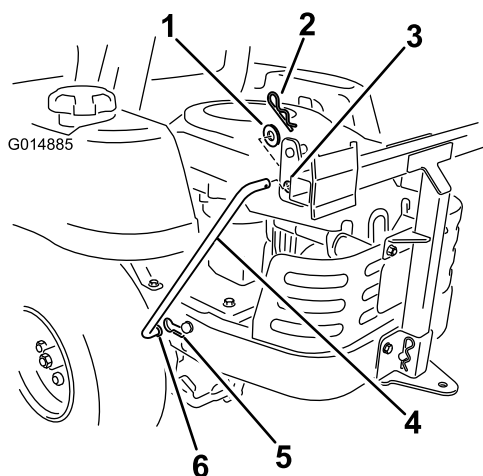

Figura 14
5. Instale dos varillas de apoyo, una en cada lado del bastidor del ensacador. Localice la ranura en forma de bocallave en el bastidor de la máquina, e instale el extremo doblado abocinado de la varilla en la ranura (Figura 14). Mueva la varilla hacia atrás para asentarla en el bastidor.
6. Introduzca los extremos doblados de la varilla en el bastidor del ensacador según se muestra en Figura 14. Sujete el extremo de la varilla con una arandela y un pasador de horquilla.